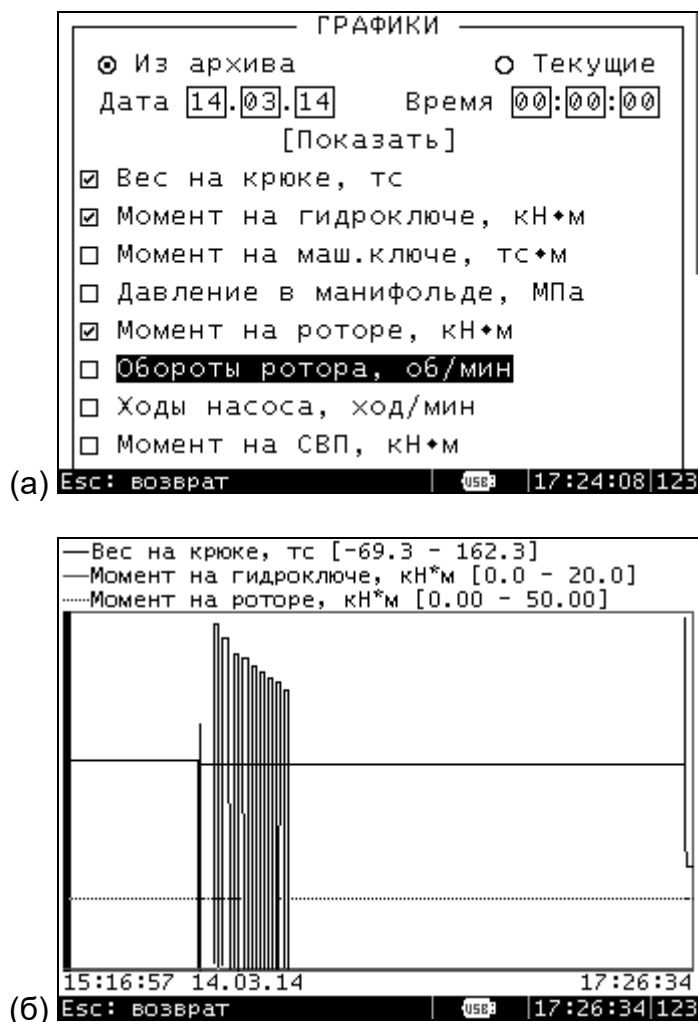

Рис. 6. Режим графиков. (а) настройка режима, (б) графики.
2.3.3.4 Режим графиков (рис. 6) позволяет просматривать как архивные, так и текущие данные (тренды).
В настройках режима (Рис.6а) можно выбрать один из двух вариантов просмотра данных: "Из архива" или "Текущие". Далее необходимо отметить галочками желаемые параметры для просмотра (одновременно не более трех) и выбрать пункт "Показать".